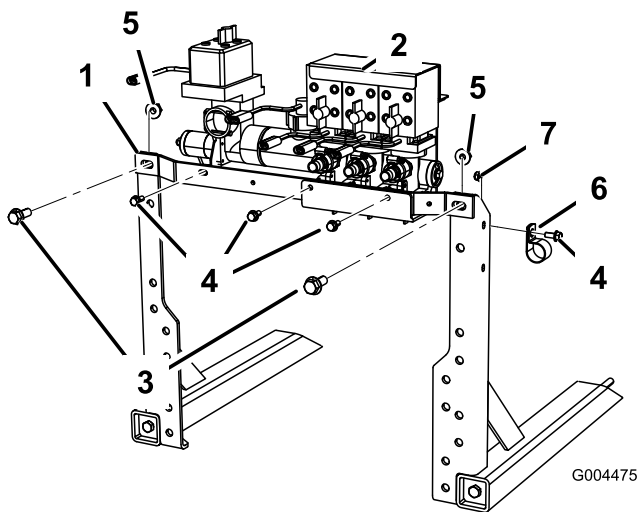

Figure 9
1. Posez la nouvelle barre transversale sur les montants au moyen des fixations retirées précédemment (Figure 9).
2. Fixez le bloc de vannes à la barre au moyen de 3 boulons (5/16 x 3/4 po) ; voir Figure 9.
3. Posez le collier de flexible sur le montant de rampe droit (Figure 9).